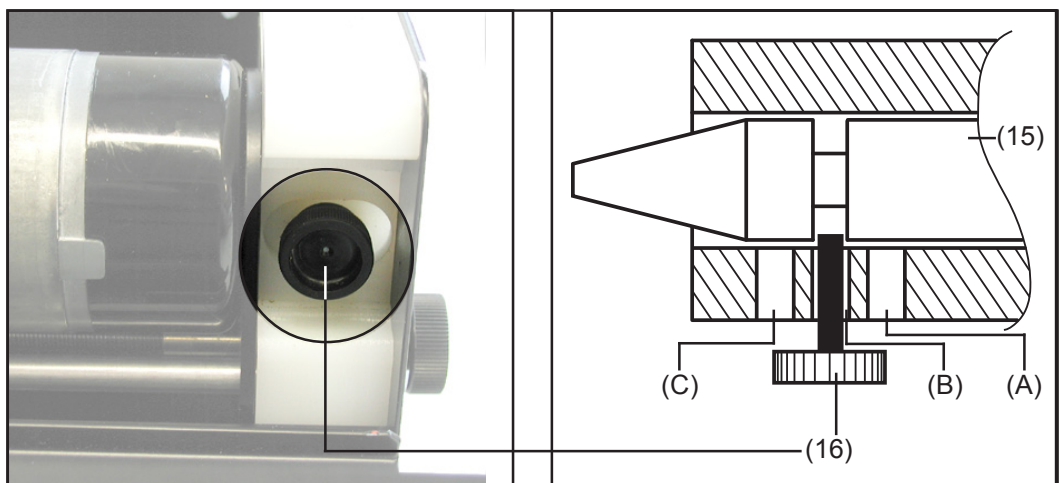

Fig. 27 Fixer le tuyau flexible d'alimentation
- Insérer le tuyau flexible d'alimentation (15) - fig 27 - dans le logement (1) avec la buse de guidage de fil en premier
- Faire glisser l'unité d'entraînement vers la gauche jusqu'à l'arrêt en tournant la vis de positionnement (5), fig. 27